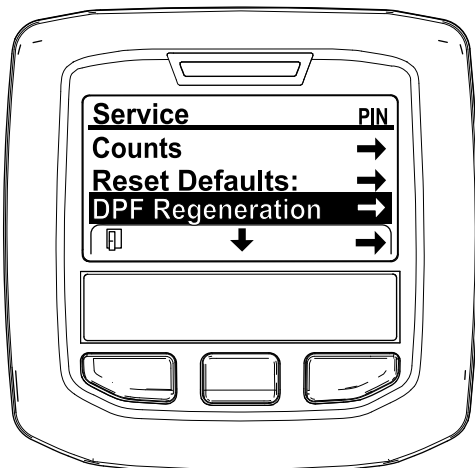

Рисунок 46
3. В SERVICE MENU (МЕНЮ ТЕХОБСЛУЖИВАНИЯ) нажмите и удерживайте в нажатом положении среднюю кнопку, пока не появится опция DPF REGENERATION (РЕГЕНЕРАЦИЯ DPF), затем нажмите правую кнопку, чтобы выбрать опцию DPF REGENERATION (РЕГЕНЕРАЦИЯ DPF) (Рисунок 46).